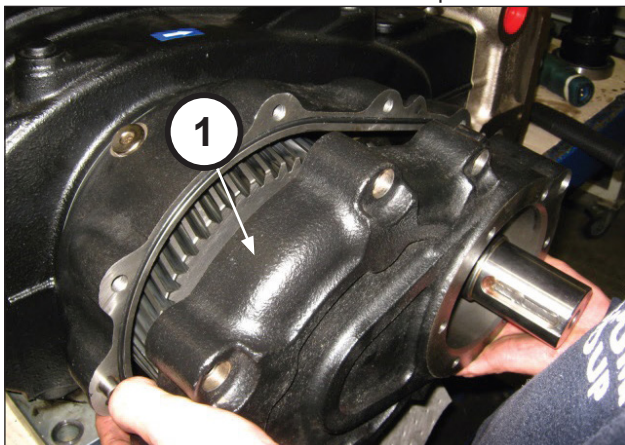
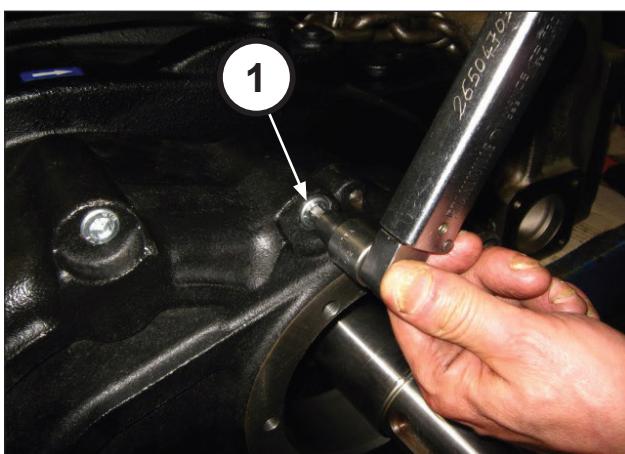

Fig. 78
Fig. 79
Montare il coperchio riduttore (pos. ①, Fig. 78) e fissarlo mediante n.10 viti M10x50 (pos. ①, Fig. 79). Tarare le viti con chiave dinamometrica come indicato nel capitolo 3.